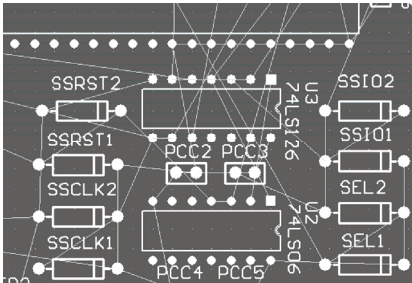
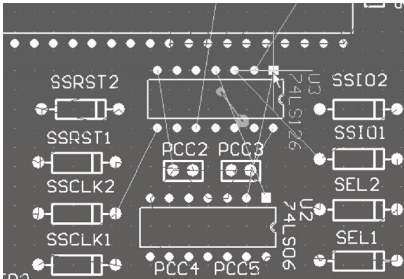

图 6-45 U3 即为选中的元器件
图 6-46 直接使用鼠标移动元器件
1) 首先选择“Edit”→“Select”→“Inside all”命令，然后选中需要移动的元器件，如图 6-45 所示为选中了将要移动的元器件对象。另外，也可以直接拖动鼠标选中元器件对象，如图 6-46 所示，此时光标会移到元器件的基准点。